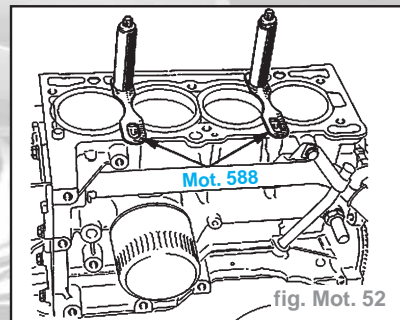

fig. Mot. 52
- Mettre les brides de maintien des chemises **Mot. 588** (fig. Mot. 52) (moteur E7J)